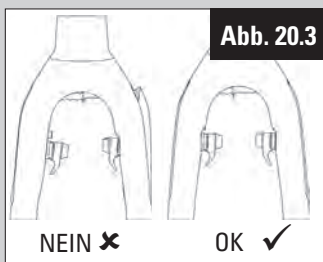

Abb. 20.3
3. Einstellung der Federspannung (2 mm-Innensechskantschlüssel, Abb. 20.3): Stellen Sie die Federspannung so ein, dass die Bewegung der Bremshebel symmetrisch ist.